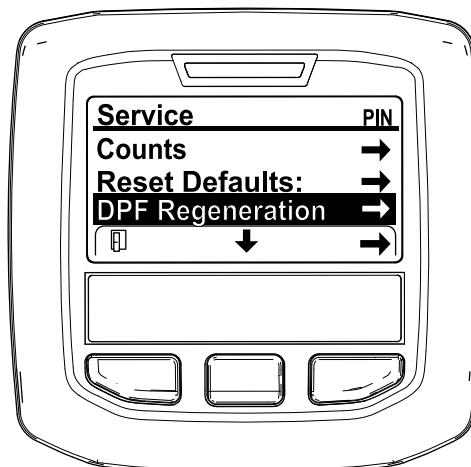

Figura 43
3. No MENU DE MANUTENÇÃO, prima o botão do meio até surgirem as opções de REGENERAÇÃO DO DPF e prima o botão direito para selecionar a opção de REGENERAÇÃO DO DPF (Figura 43).